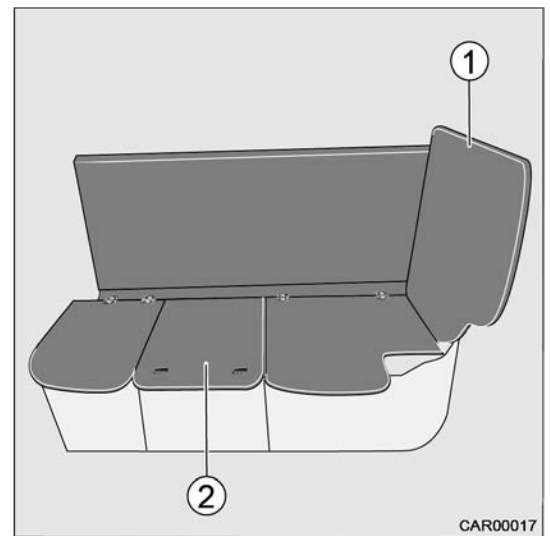
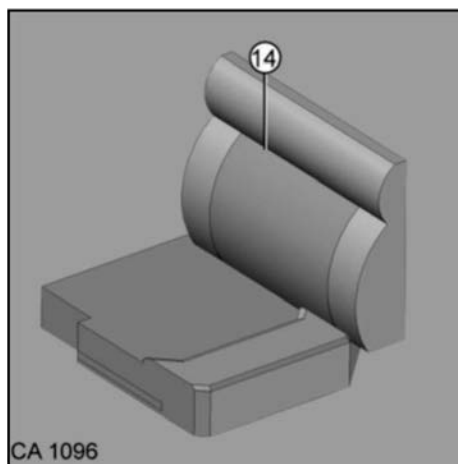

Fig. 29 Transformation du 5e siège
Fig. 33 Coussins d'appoint
2. Relever le panneau dossier (Fig. 29/1).
3. Retirer la plaque de siège (Fig. 29/2) et la ranger.
12. Placer le coussin d'appoint (Fig. 33/14) devant le panneau dossier (Fig. 29/1).